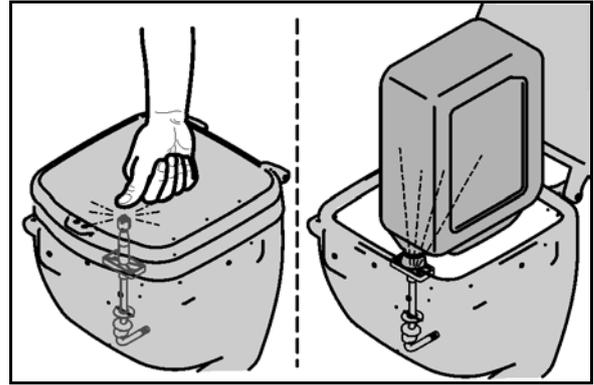

図 66
- 閉じているヒンジ式フタによって、薬剤缶洗浄ノズルが下方に押された場合（図 66）。